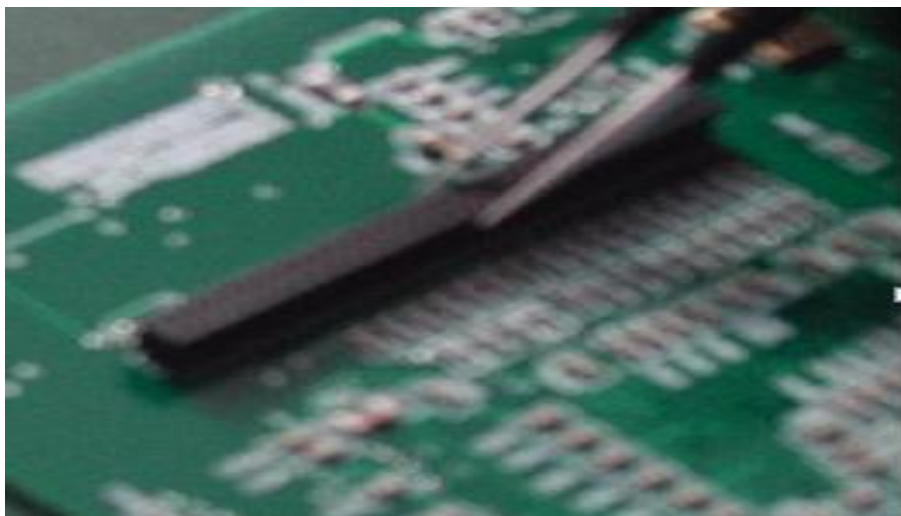

图9
6.7.3 用镊子夹取元件中间位置移动到对应的焊盘上,如(图 9)。